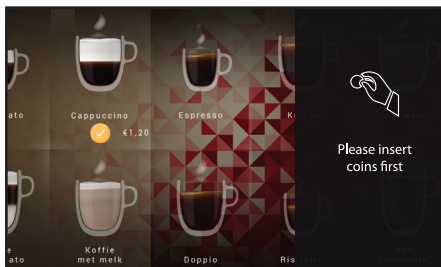

Bild 4.11 - Dryckesleverans med betalsystem
1. Sätt in tillräcklig stor mängd kontanter eller e-pengar i betalsystemet, se bild 4.11.